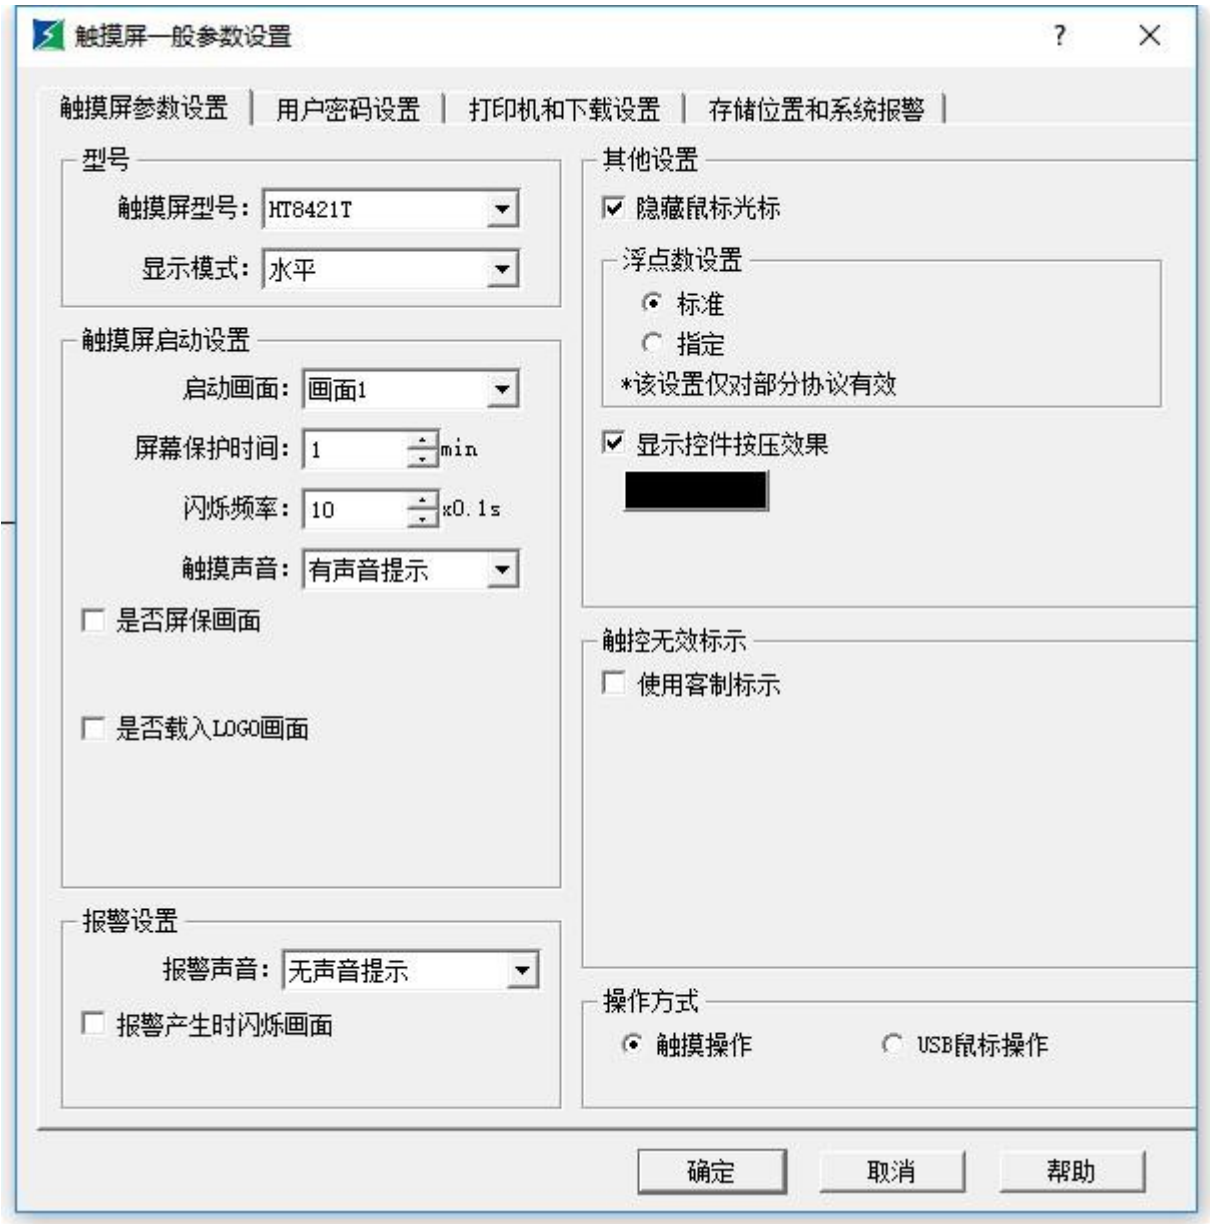

图 3-6 触摸屏参数设置一般设置对话框
1、在设定下拉菜单中，可以选择修改参数设定，也可以双击工程管理器中设置选项中的触摸屏参数设置(See 10.2.2)来修改参数。弹出如下图 3-6 所示的对话框：